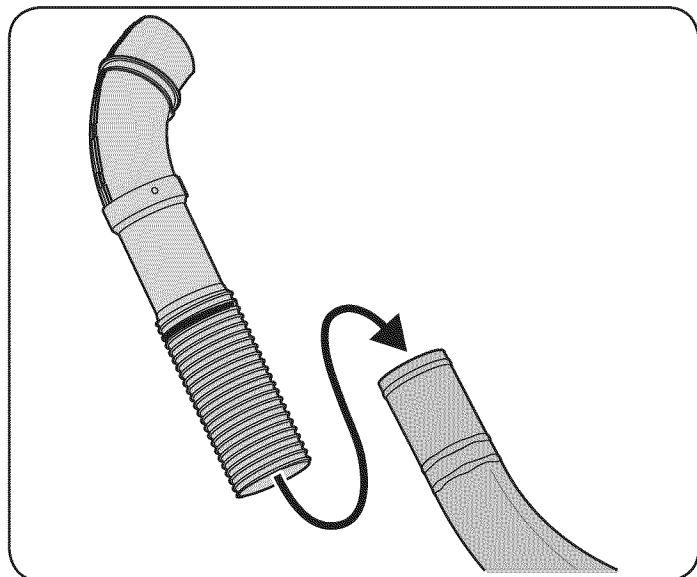

Figura 24
7. Instale el tubo del canal superior en el codo del canal de descarga tal como se muestra en la Figura 24.